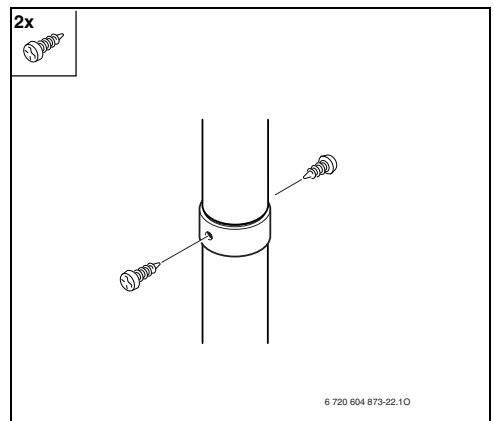

Fig. 32
► Fijar la unión con los tornillos suministrados (Fig. 32).